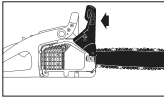

Fig. 7A
1. Die Kettenbremse ist ENTKUPPELT (Kette kann sich bewegen), wenn der BREMSHEBEL NACH HINTEN GEZOGEN UND ARRETIERT IST (Abb. 7A).